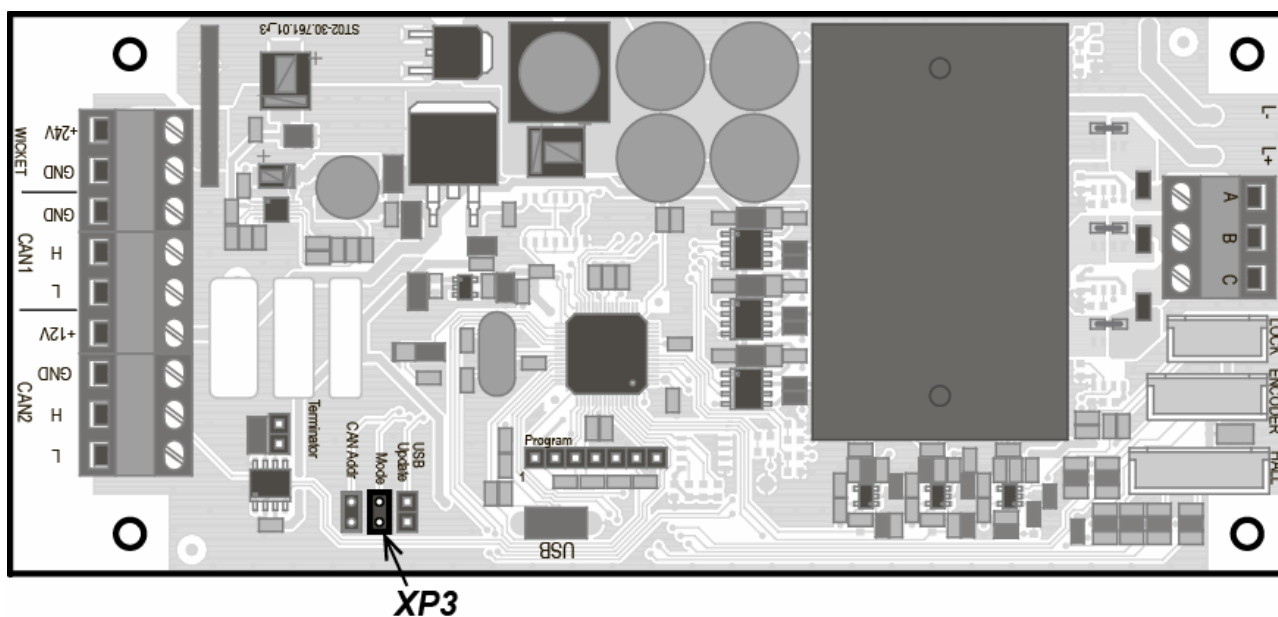

Рисунок 30. Плата электропривода
6. На плате электропривода для данной створки установите джампер из комплекта поставки на разъем **XP3 «Mode»** (см. рис. 30):